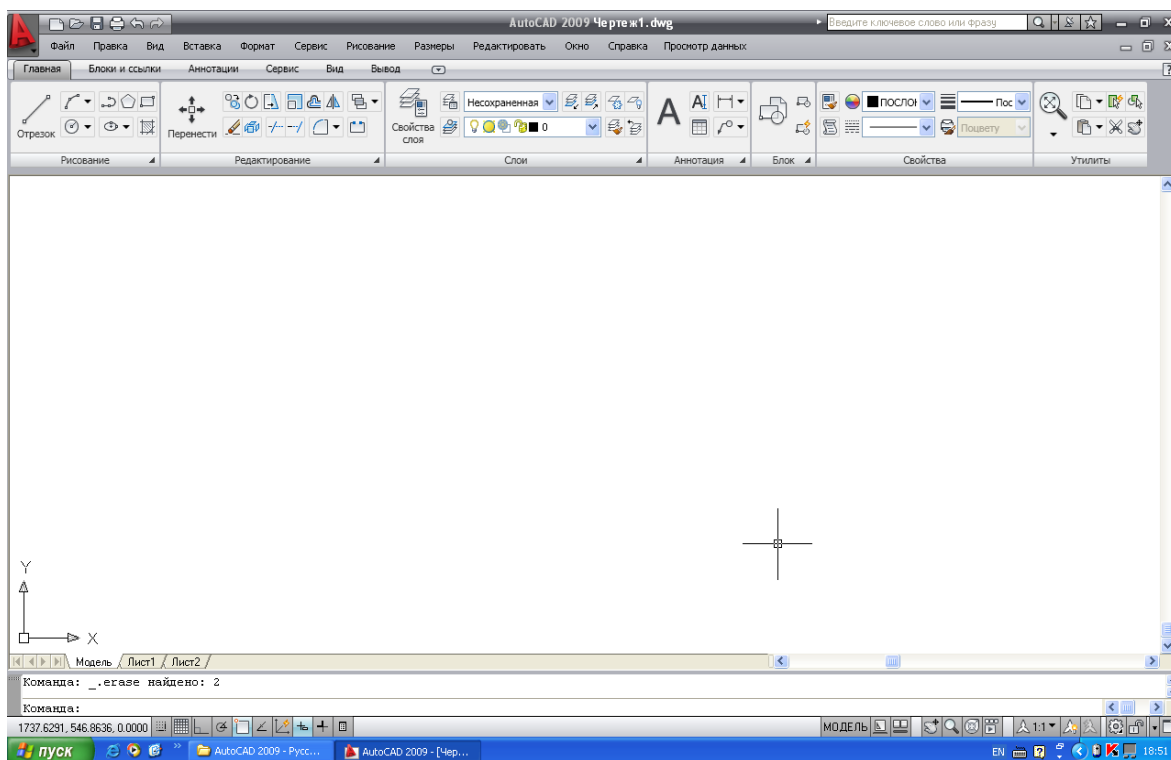

Рис. 1
1. *Главная* (на рис.1 – она активная);
На рис. 1 и 2 приведены *Ленты* для двумерных построений стандартного рабочего пространства (*РП*), называемом *2D построения и аннотации*.
В *строке вкладок* всегда первой располагается **Модель**, являющейся единственной вкладкой пространства модели (имя этой вкладки изменить нельзя). Далее следуют вкладки пространства **Листа**, количество и имена которых могут быть любыми и произвольными. В каждый момент активна только одна вкладка документа (рис. 1).
На рисунке 17 показан момент, когда на панели *Рисование* вкладки *Главная* (рис. 1) щелчком левой кнопки мыши выбрана пиктограмма команды КРУГ. Отображение ввода команды около курсора является частью динамического ввода и это позволяет пользователю работать, не переключая взгляда с экрана на командную строку. Для этого необходимо, чтобы в строке состояния системы AutoCAD (основное окно) был включен режим *дин*.